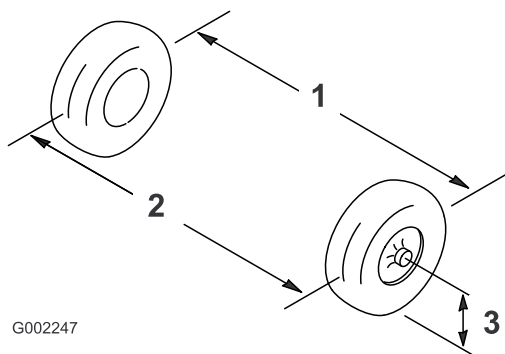

图 84
2. 以轮轴的高度为标准、分别测出两个前轮的轮前距离和轮后距离图 84。